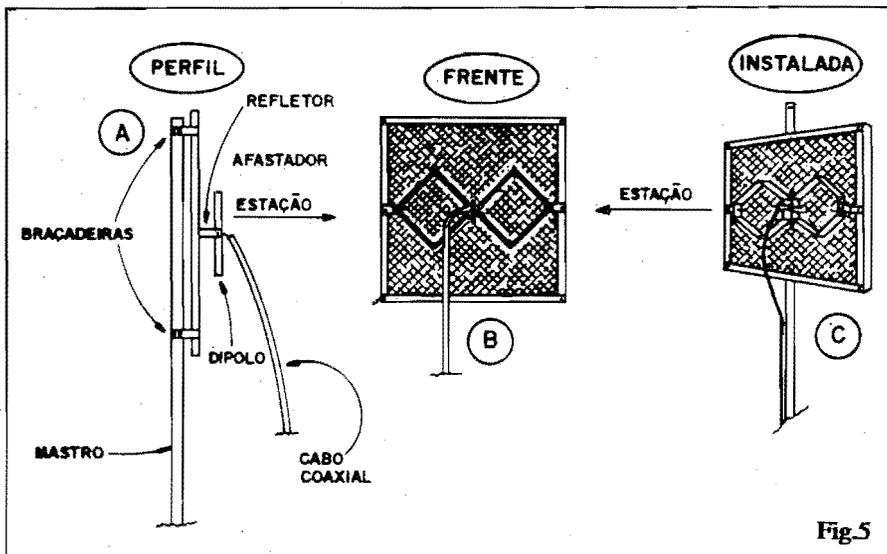

Fig.5
FIG. 5 - Visualizações diversas da antena já montada. Em 5-A temos um **perfil** do conjunto (já, inclusive, com o mastro de sustentação fixado às respectivas braçadeiras...). Observar a direção de captação da antena (seta "estação"). Em 5-B temos uma vista frontal da antena já formada, notando-se claramente a "centragem" da "borboleta" em relação ao quadro/refletor, atrás dela... Em 5-C temos uma perspectiva da antena instalada (novamente com a seta mostrando o sentido de captação da antena, ou direção da estação de TV-UHF que se deseja captar).
- A "borboleta" deve ficar na **horizontal** (e não "em pé"), conforme sugere as figs. 5 e 6. Se colocada em pé, ela trabalhará "contra" a polarização normal dos sinais de UHF, tendo como resultado uma grande queda no rendimento e sensibilidade da antena